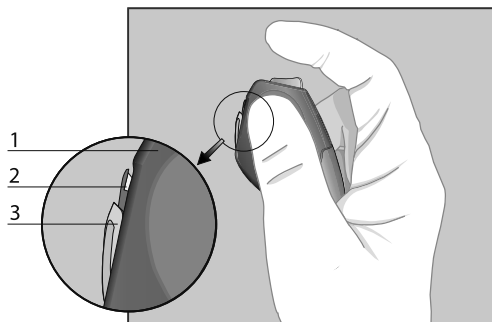

Fig. 1: Hållning av slitsverktyget, klämman inte öppnad
- 1 Håll slitsverktyget i ena handen och ta bort elektroden med katetern som ska tas bort i den andra handen - se Fig. 1.